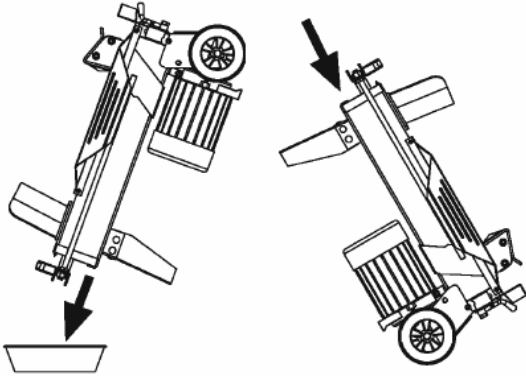

Abb. 22: PREHLS52 / 042001
- Drehen Sie den Holzspalter auf die Stützensseite (Abb. 22 & 23) über einem Behälter mit 4 Litern Fassungsvermögen bei Modell 042001/PREHLS52 ; PREHLS52/5 / 042031 und 8 Litern Fassungsvermögen bei Modell 042011/PREHLS7T), um das Hydrauliköl ablaufen zu lassen.
- Drehen Sie den Holzspalter wieder auf die Motorseite (Abb. 22 & 23).